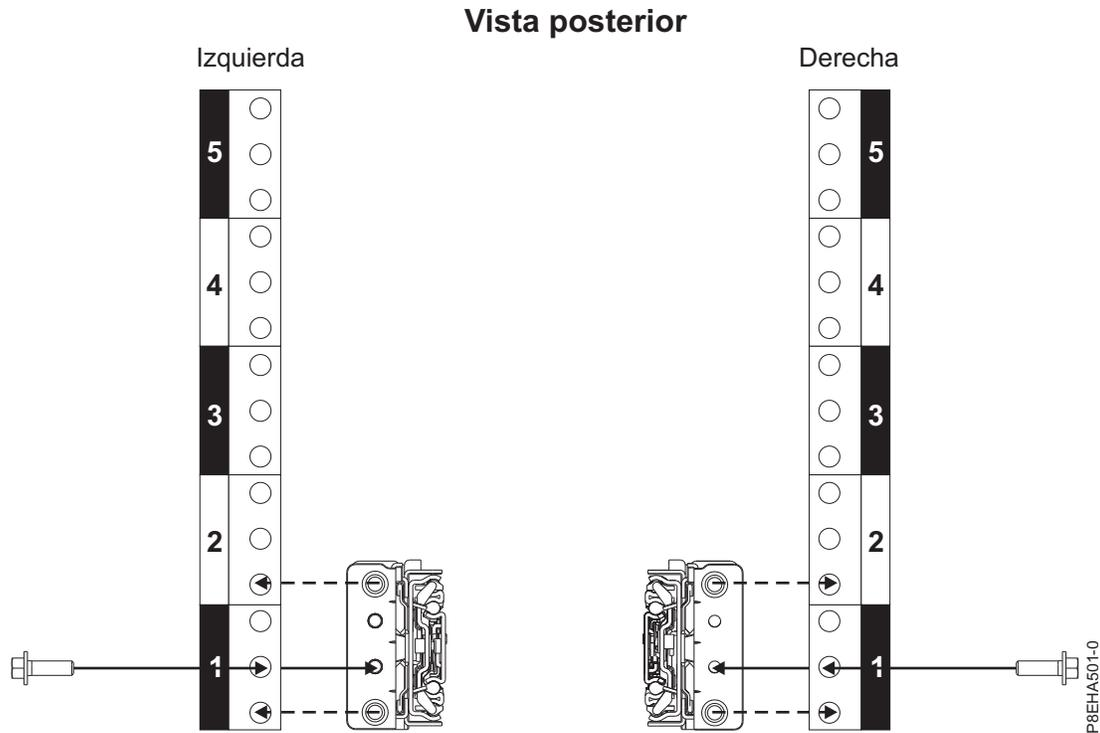

Figura 4. Fijación de los rieles deslizantes a la parte posterior del bastidor
12. Fije el riel deslizante izquierdo (B) y el riel deslizante derecho (C) con un tornillo M5x16mm (A) tal como se muestra en la Figura 4. Inserte y apriete cada tornillo en el orificio del reborde de rosca del agujero central de la unidad de bastidor de EIA inferior.